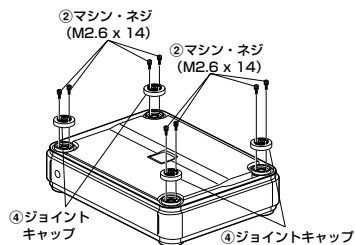

図3
- 2 1台目のアンブの四隅に、4個のジョイントキャップを各2本のマシン・ネジ (M2.6 x 14/ 付属品) で取り付けます。(図3 参照)